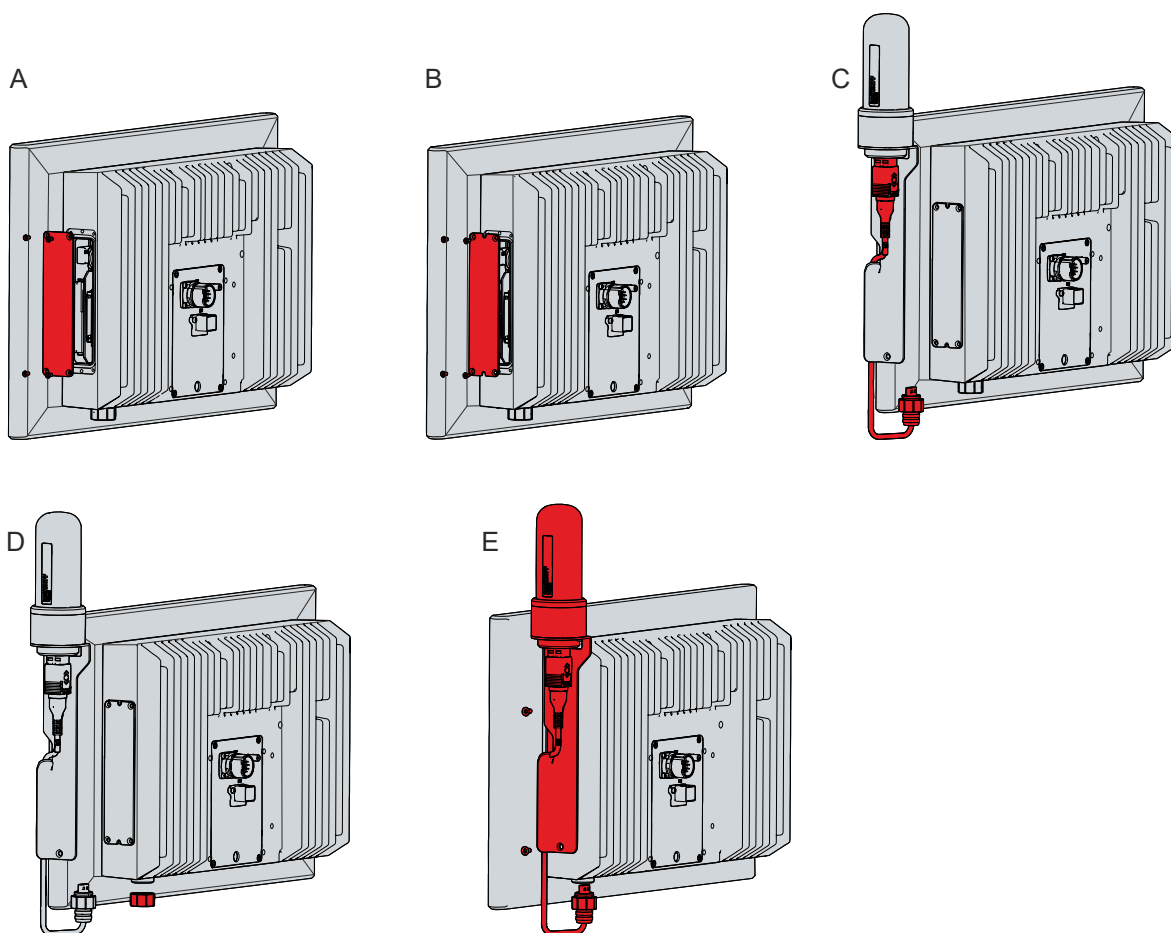

Abb. 30: CP32xx-1600\_Montage Gehäusedom
Sowohl den Griff (1) als auch die Ablage (2) montieren Sie an der Unterseite des Panel-PCs anhand von drei M5-Schrauben. Dafür sind drei M5-Gewindelöcher vorhanden (siehe Abb. 30).